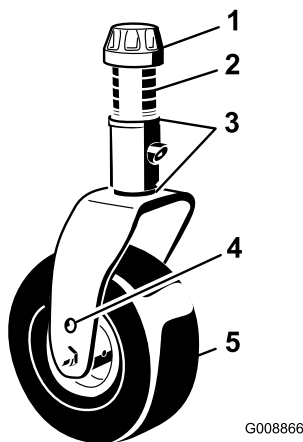

Figura 80
1. Retire el casquillo tensor del eje y deslice el eje fuera del brazo de la rueda giratoria (Figura 80).